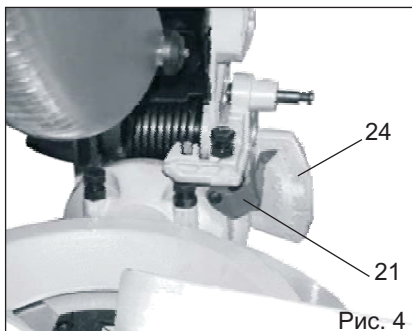

Рис. 4
Для изменения угла наклона пиления, удерживая пилу за рукоятку (12), Рис.3, ослабьте установку винта фиксации наклона пилы (19) (Рис.1), наклоните пилу влево на предполагаемый угол пиления, контролируя угол по показаниям шкалы (24) и указателя (21), Рис.4. Положение закрепите винтом фиксации наклона пилы (19).